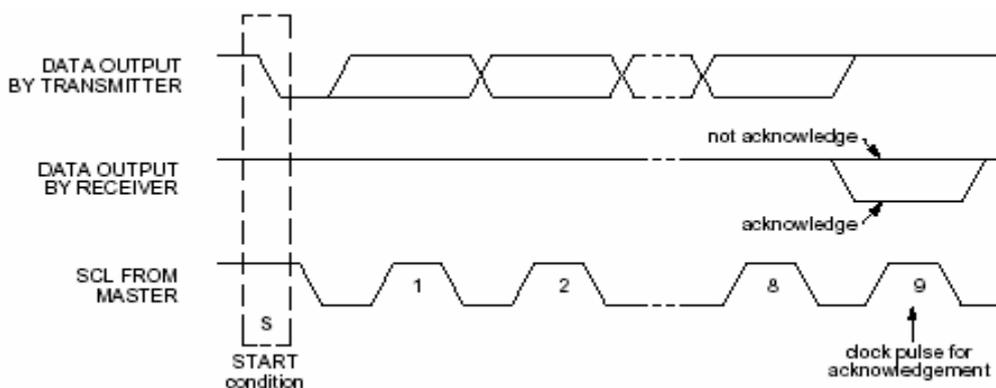

图 3
2) BL55066 是 I2C 总线从接收器，它不会主动向 I2C 主控器发送数据，其唯一发送的是每接收完 8 个比特后的第 9 位确认位（见图 3），亦即在第 9 个 SCL 脉冲到来前将 SDA 拉低。